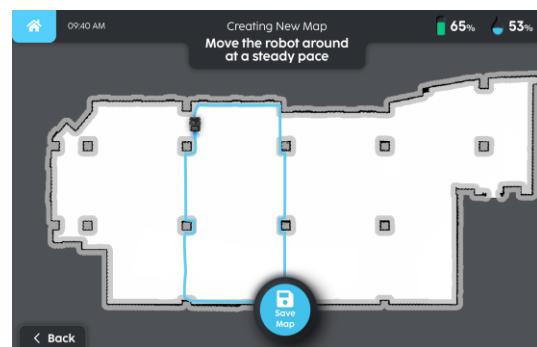

FIGURE 5-15
2. Déplacez manuellement le robot le long du périmètre (Fig. 5-15).